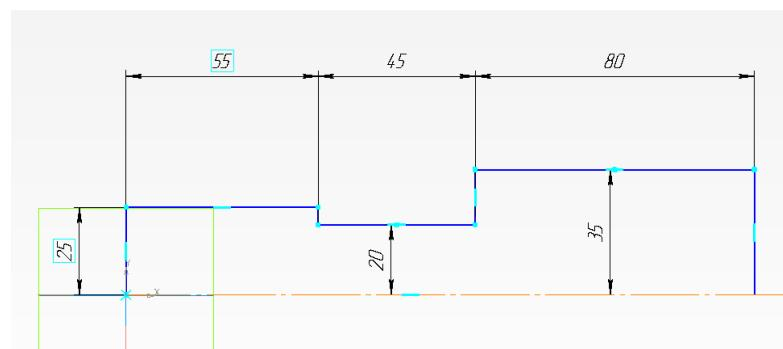

Рисунок 11.
1. Создаем новый документ «Деталь». Создайте эскиз на фронтальной плоскости ZX. Ориентация **изометрия** (рисунок 11). Эскиз начинают создавать от горизонтальной осевой линии при помощи Автолиния выполняя все диаметры в половинном значении.